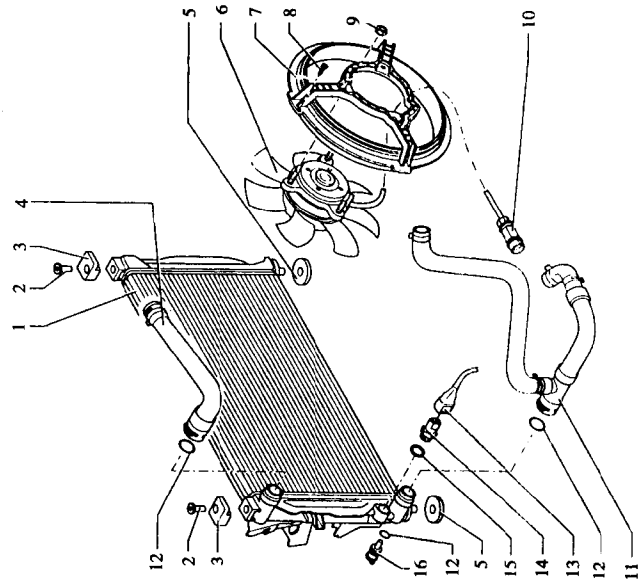

图 1-28 在车身旁的冷却系统部件
(1) 在车身旁的冷却系统部件,如图 1-28 所示。
(2) 冷却系统属于发动机部分